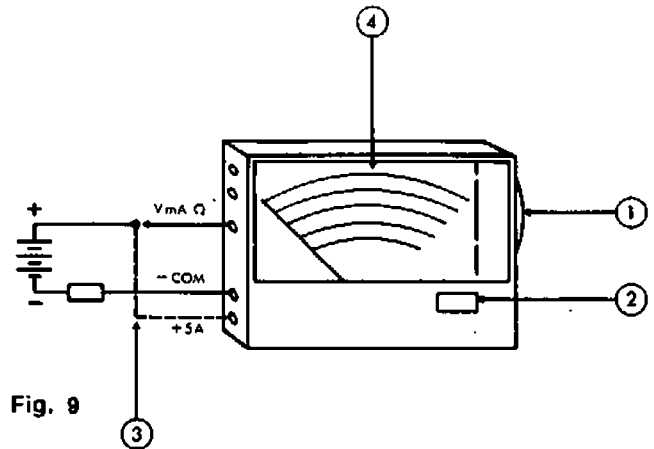

Fig. 9
- Agir sur le sélecteur latéral (1) pour afficher le calibre désiré dans la fenêtre (2).
- Respecter la polarité indiquée sur la figure 9 en branchant les cordons de mesure (3) :
- Lire la valeur mesurée (4) selon les instructions du tableau ci-après :
- Effectuer le branchement entre les douilles COM et + 5 A comme indiqué en pointillé Fig. 9.